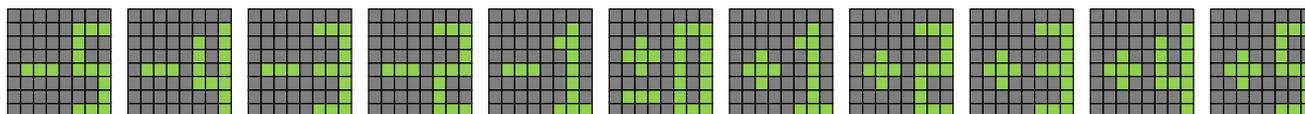

図 1-11 音高情報表示一覧
(3) 音高の設定、変更
- 音高情報表示中のマトリクス LED 表示内容は図 1-11 のとおりです。(黒は消灯、緑で点灯)